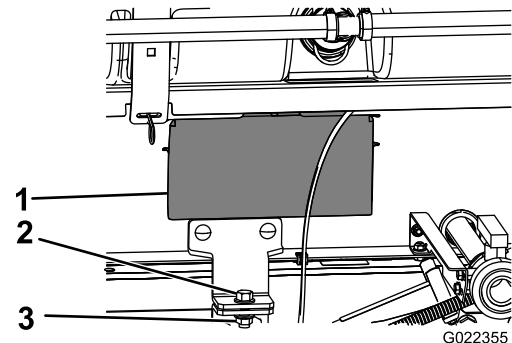

Bild 34
5. Nehmen Sie die Abdeckplatten an beiden Seiten des Gestellrahmens ab (**Bild 34**).
- Befestigen Sie die Befestigungshalterung des Behältergestells mit einer Schraube ($\frac{1}{2}$ " x $1\frac{1}{2}$ ") und einer Sicherungsmutter ($\frac{1}{2}$ ") an der Ladepritschenhalterung am Rahmen auf beiden Seiten der Maschine, wie in Bild 34 abgebildet.